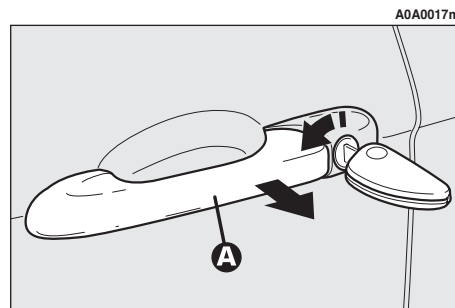

fig. 9
- Pour ouvrir la porte, tourner la clé dans le sens des aiguilles, puis sortir la clé et tirer le levier (**A-fig. 9**).